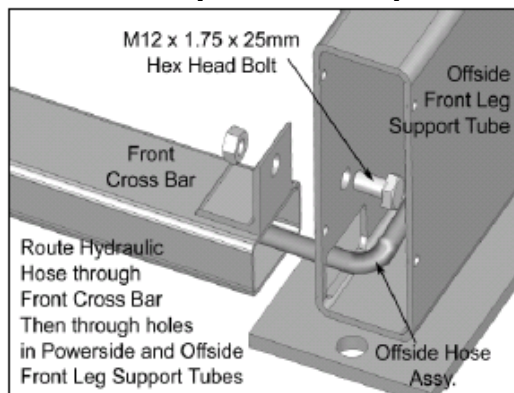

Рис. 12.5
**Затянуть все болты на Передних Поддерживающих Лапах ( Рис. 12.5 )**